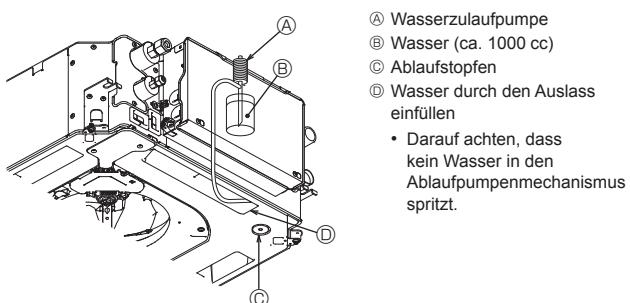

Fig. 8-6
8.4. Überprüfung der Dränage (Fig. 8-6)